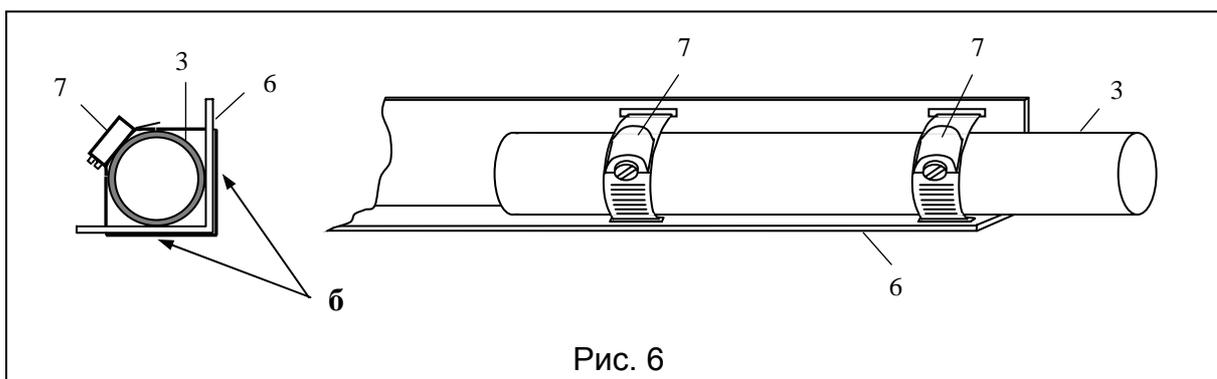

Рис. 6
Шесты к крестовинам крепятся при помощи металлических хомутов, как показано на рис.6. Для этого необходимо вставить хомуты (7) в предназначенные
для них отверстия в уголках (6) и, зажимая ими шест (3), слегка постукивать молотком в точках «б» (рис. 6) для придания хомутам необходимой формы. Для крепления всех восьми шестов потребуется поднять траверсу на высоту около 2,5 метров (удобнее всего использовать Вашу будущую мачту).